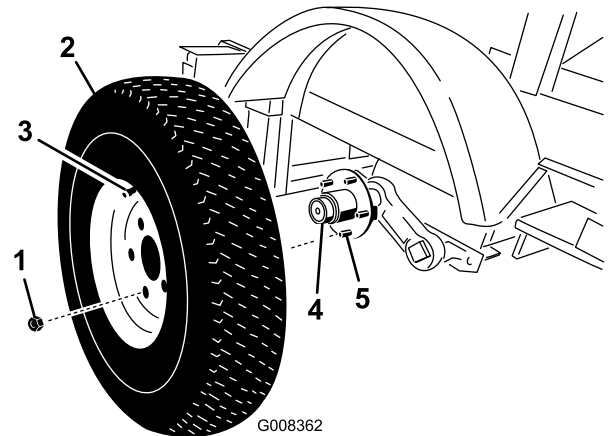

Figura 1
2. Instale las ruedas en el cubo con la válvula hacia fuera para facilitar el acceso (Figura 1).